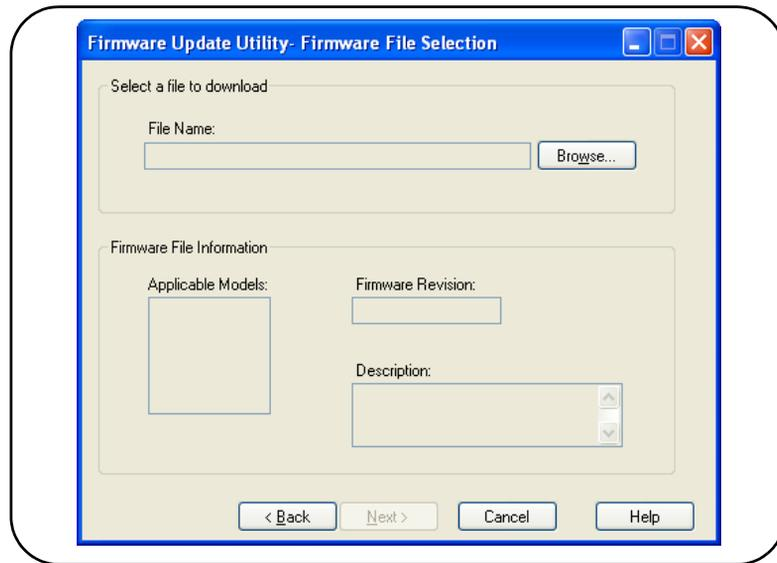

Abbildung 2-10. Auswahl des Update-Dateipfads
2. Drücken Sie Next und geben Sie mithilfe der Schaltfläche Browse den Pfad zur Firmware-Datei an (Abbildung 2-10). Sobald Sie die Modellnummer des Geräts eingegeben haben, wird sie im Fenster 'Applicable Models' zusammen mit Version und Gerätebeschreibung angezeigt. Wählen Sie Next.